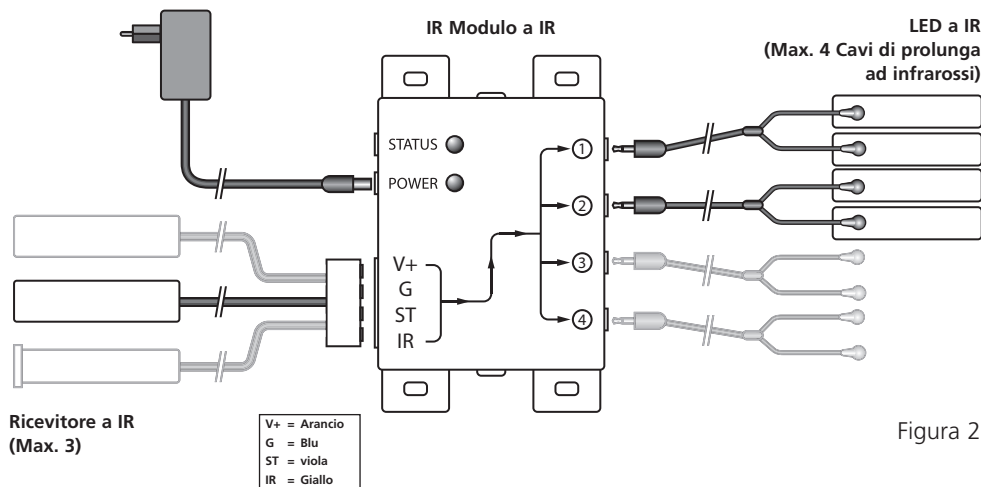

Figura 2
3. Collegare ora il Ricevitore al Modulo a IR. Per comodità, il morsetto è già fissato al cablaggio del Ricevitore a IR. Durante l'inserimento prestare attenzione che la posizione (viti sopra) ed i colori del cablaggio siano corretti. Se si devono scollegare i cavi, ad esempio se il morsetto non è in corrispondenza di un foro nel mobile, ricollegare i cavi al morsetto secondo lo schema delle connessioni riportato in Figura 2.